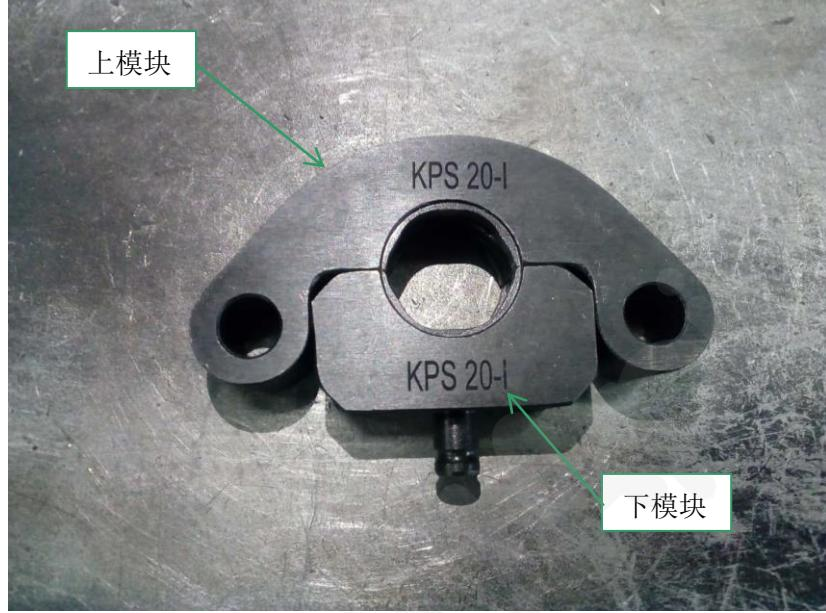

图 4.5 插入
4.5. 管子插入管件中：将管子笔直插入管件接头内，注意不要碰伤橡胶圈，并确认管件端部与划线位置相距 3mm 以内。插入过紧时可在管子上沾点水，不得使用油脂润滑。见下图 4.5